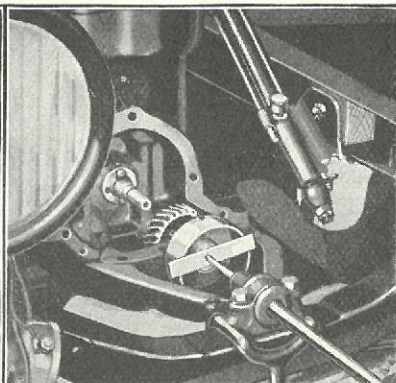
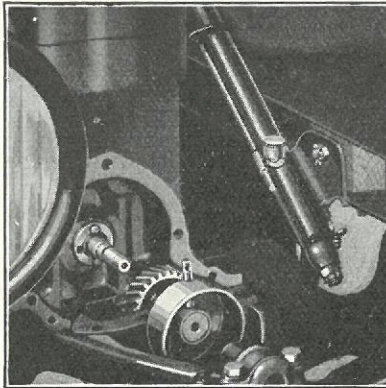

Fig. 277
Fig. 278
- 461** Sæt Ventilatorremskiven paa Krumtapakslen. Dette gøres ved at anbringe et Stykke Jern tværs over Remskiven og drive den paa med en Dorn ført ind gennem Startsvingsbøsningen (Fig. 277). Remskiven sikres derpaa ved Indsætning af Laasestiften, som indsættes med Splithuller opad (se Fig. 278) og gennem det største af de to Huller i Remskiven. Laasestiften sikres med Split.